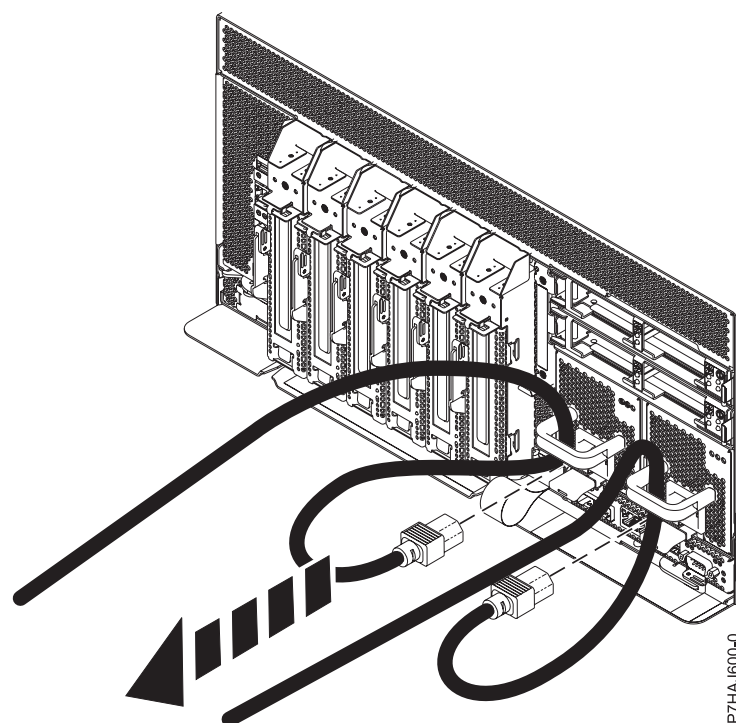

Figura 12. Removendo os Cabos de Energia
3. Desconecte os cabos de energia da unidade de sistema, conforme mostrado em Figura 12.